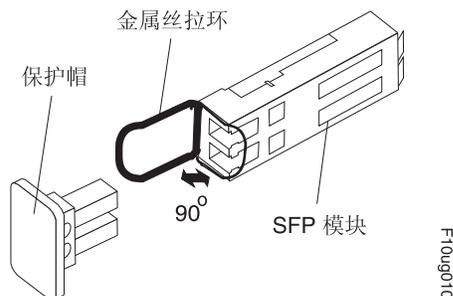

图 22. 松开金属丝类 SFP 模块滑锁
- 对包含金属丝拉环的 SFP 模块，如图 22 中所示，通过把金属丝滑锁向外拔出 90° 来松开 SFP 模块滑锁。